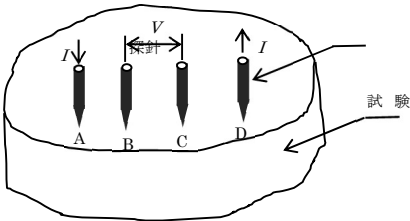

図 1
4 探針法の原理は、図 1 に示すように試験片に 4 本の針状の電極を直線上に設置して、探針 A と探針 D の間に電流 (I) を流したときに、探針 B と探針 C との間に生じる電位差 (V) を測定し、その抵抗 (V/I) を求める。次に、求めた抵抗 (R) と試験片の厚さ (t) 及び補正係数 (F) を乗じて抵抗率 (p) を算出する。